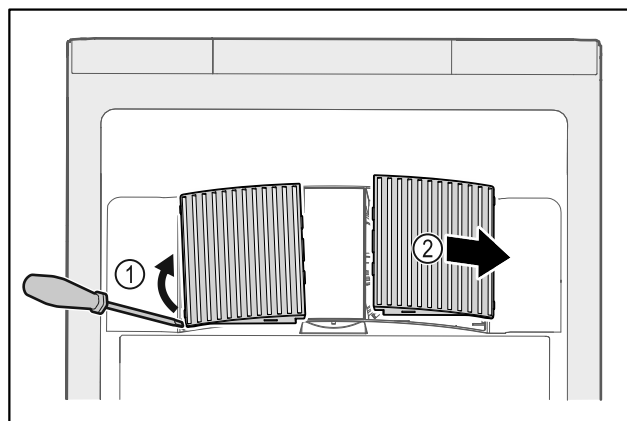

Fig. 126
- ▶ Väännä tuulettimen suojuksen varovasti sivulta pois paikaltaan Fig. 126 (1) ja poista suojuksen etukautta Fig. 126 (2).